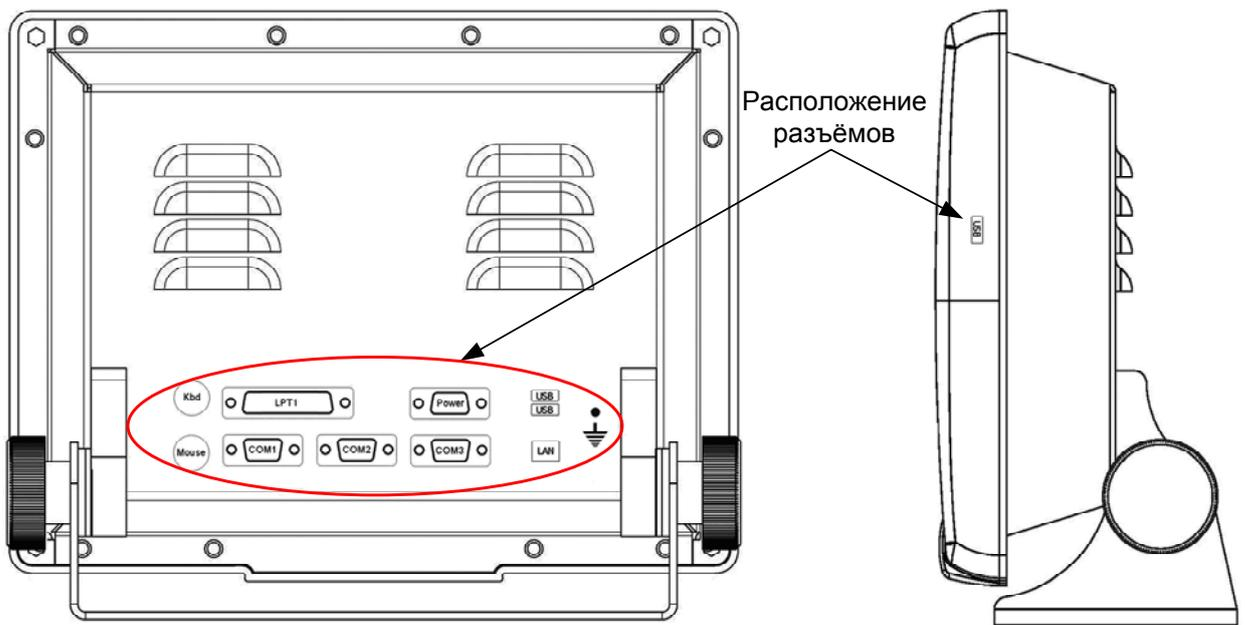
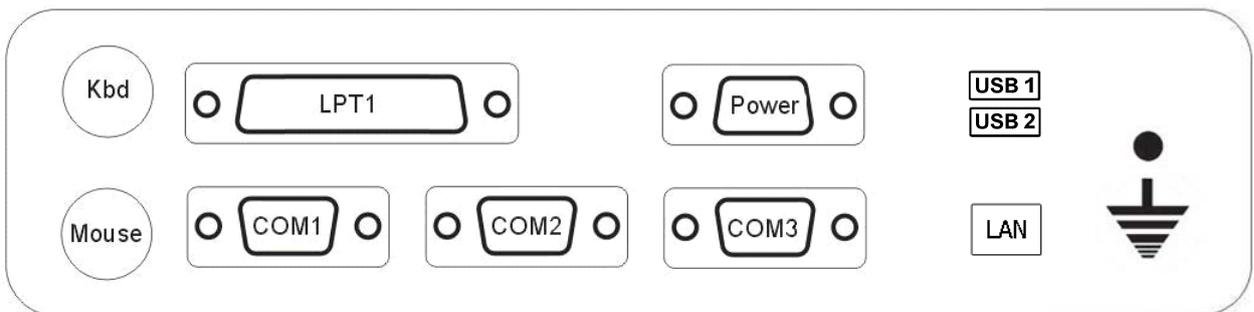

Рисунок 5. Расположение разъёмов ТД.
Рисунок 6. Назначение разъемов ТД DT-310.
1. Заземлите корпус ТД на общую шину заземления. Болт заземления (M5) расположен с обратной стороны ТД рядом с разъемами USB и LAN (смотрите Рисунок 5, Рисунок 6).
Подключение внешних устройств и сети электропитания к ТД осуществляется с помощью разъемов, выведенных на заднюю панель ТД и разъёма USB, выведенного на правую боковую панель ТД (смотрите Рисунок 5 и Рисунок 6).